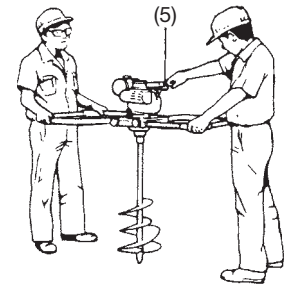

Abb. 5
- 5) Nun muß der Bediener am Starthandgriff kräftig den Starterzug durchziehen und dabei den Handgriff so fest packen, daß er nicht ausschlagen kann' (Abb. 5).